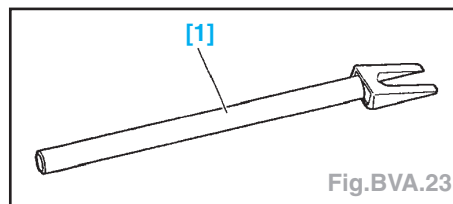

Fig.BVA.23
- Outil nécessaire (Fig.BVA.23) :